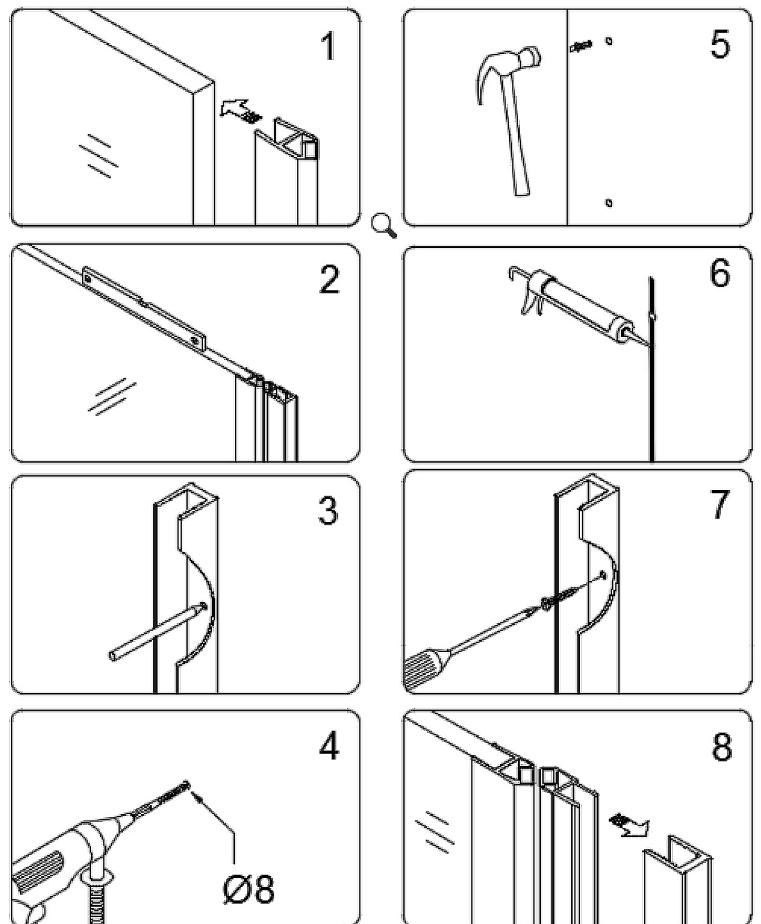

Рис. 6
- 5) Приклейте магнитную полосу (08) к стеклянной двери (01), и прикрепите магнитную ленту для профиля (09) к профилю (10). Со стеклянной дверью (01) вертикально установленной, и двух соединенных магнитных полос, сделайте отметки карандашом на стене, и просверлите отверстия Ф8; крепите профиль (10) к стене с винтом ST4.2 × 40 (11) и дюбелем (03). Затем приложите магнитную ленту для профиля (09) к профилю. См. рис. 6 и 7.